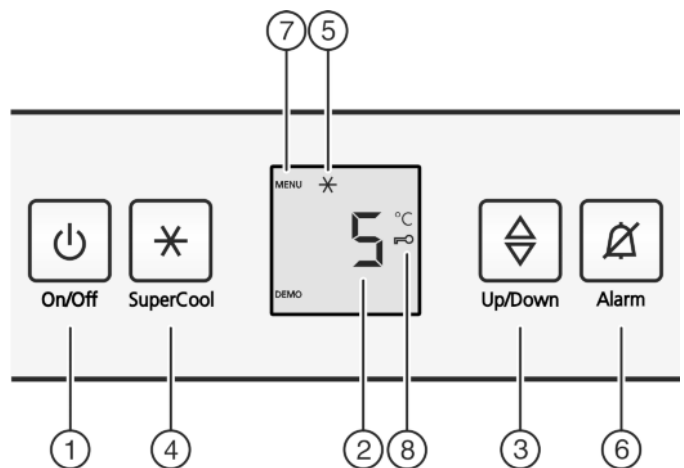

Fig. 2
- Trykk på På-/Av-knappen Fig. 2 (1).
- ▶ Trykk på SuperCool-knappen *Fig. 2 (4)* i ca. 5 sekunder.
- ▷ I displayet vises Meny-symbolet *Fig. 2 (7)*.
- ▶ Bekreft med et kort trykk på SuperCool-knappen *Fig. 2 (4)*.
- ▷ Barnesikringssymbolet *Fig. 2 (8)* lyser i displayet.
- ▶ Trykk kort på På/Av-knappen *Fig. 2 (1)*.
- ▶ Trykk på alarm-knappen *Fig. 2 (6)*.
- ▶ Hente opp temperaturfunksjonen: Trykk på innstillingsknappen *Fig. 2 (3)*.
- ▶ Endre temperaturen i 1 °C -trinn: Trykk mange ganger på innstillingsknappen *Fig. 2 (3)*, til ønsket temperatur lyser i temperaturdisplayet.
- ▶ Trykk kort på SuperCool-knappen *Fig. 2 (4)*.
- ▷ SuperCool-symbolet *Fig. 2 (5)* lyser i displayet.
- ▷ SuperCool-symbolet *Fig. 2 (5)* slukker i displayet.